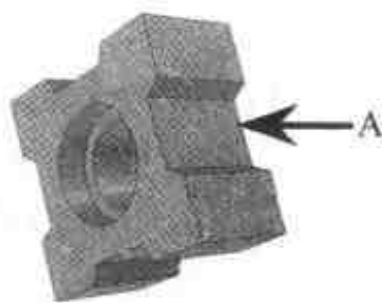

图 3.69 打出的孔类圆柱体
- (8) 同样在另一侧打出一个直径为 19 高度为 18 的孔类圆柱体,如图 3.69 所示。
- (9) 向图 3.69 中边缘直线(A)的中点处拖入一个直径为 8,高度为 37 的孔类圆柱体,单击【三维球】按钮,拖动孔类圆柱体沿着轴(B)向左移动 9.5mm。接着在相邻的另 3 个面上作同样的孔类圆柱体,结果如图 3.70 右图所示。